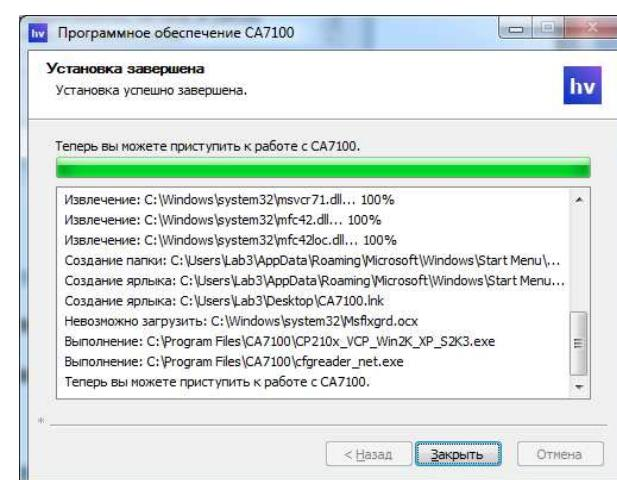

Рисунок 8.13
- 9) На экране появится окно (рисунок 8.13) с информацией о том, что установка программы "CA7100. Измерение C, tgδ, R" обеспечения Моста CA7100 завершена. Щелкнуть по кнопке [Закрыть],